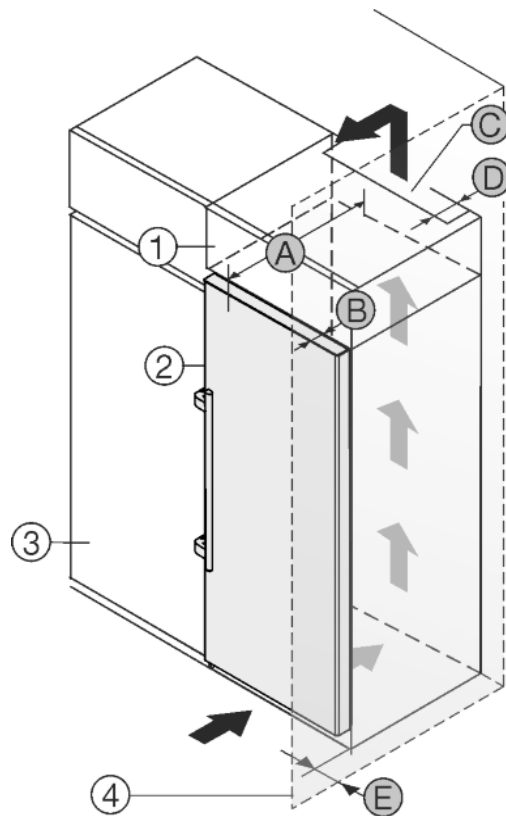

Fig. 30
Přístroj lze zabudovat do kuchyňských skříní. K vyrovnání přístroje *Fig. 30 (2)* na výšku kuchyňské linky lze na přístroj nasadit nástavec *Fig. 30 (1)*.
Přístroj lze instalovat přímo vedle kuchyňské skřínky *Fig. 30 (3)*. Aby bylo možné dvířka plně otevřít, musí přístroj přesahovat o hloubku *Fig. 30 (B)* vůči přední linii kuchyňské skřínky. V závislosti na hloubce kuchyňských linek a použití vymežovačů odstup od stěny může přístroj vyčnívat dále.
- Na zadní straně nástavné skřínky musí být větrací šachta hluboká *Fig. 30 (D)* přes celou šířku nástavné skřínky.
- Pod stropem místnosti musí být dodržen ventilační průřez *Fig. 30 (C)*.
Pokud je přístroj se závěsy instalován vedle stěny *Fig. 30 (4)*, musí být dodržena vzdálenost *Fig. 30 (E)* mezi přístrojem a stěnou. To odpovídá přesahu madla při otevřených dveřích.